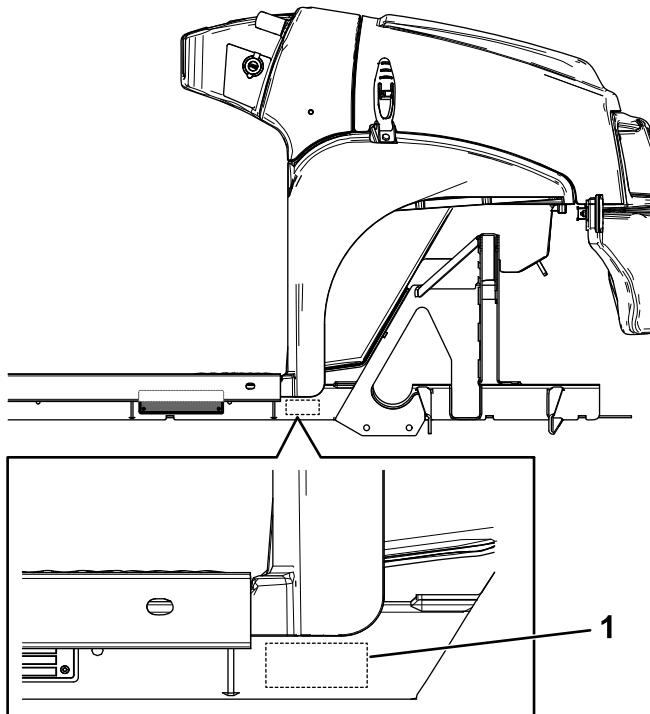

**Figura 6**
1. Instale a placa de número de série utilizando quatro rebites cegos (3 x 10 mm) no local que se mostra em Figura 6.